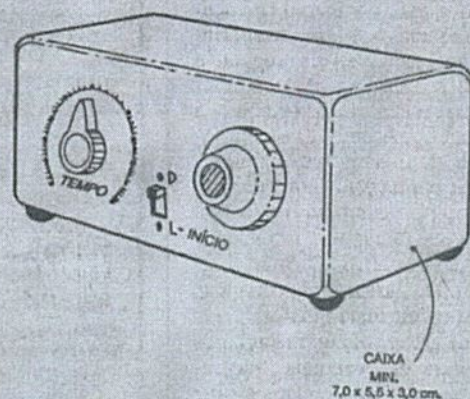

Fig. 6
- FIG. 6 - SUGESTÃO PARA O ACABAMENTO GERAL DA CAIXA DO TEMCU... - Embora, certamente, outros "arranjos visuais" sejam possíveis para a finalização do dispositivo, recomendamos adotar a disposição mostrada na figura, com "tudo" incluído no painel frontal do TEMCU (*dial* com o potenciômetro, interruptor geral/chave de "início" e a "cabeça" do sinalizador piezo...). Dentro da caixa, obviamente, ficam a placa do circuito e as pilhas (no devido suporte...) ou bateriazinha, tudo muito bem fixado com parafusos/porcas, e eventualmente "calçado" com pequenos blocos de espuma de *nylon* ou *isopor* para que nada possa ficar "jogando" ou "solto" no interior do *container*... Quatro pequenos pés de borracha podem ser fixados com adesivo ou parafusos, à base da caixa, para dar estabilidade e elegância ao conjunto... Utilizando-se, por exemplo - uma caixa em cor clara (cinza, como é padrão...) e efetuando-se todas as marcações com caracteres pretos, o resultado será bonito e visualmente perfeito...!